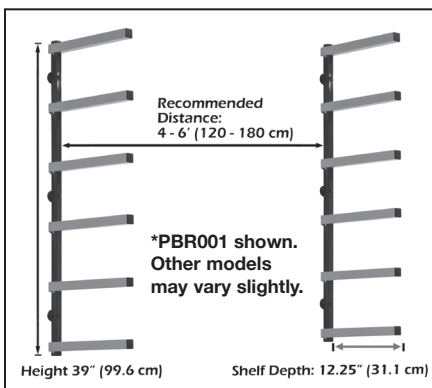

Figure 3
3. Installation sur du placo-plâtre ou des cloisons type panneaux : Il est important de s'assurer que l'étagère pour bois d'oeuvre Bora Portamate puisse être fixée sur une ossature solide. Assurez-vous que vous percez bien au centre des montants du mur. Vous pouvez faire varier la distance entre les barres verticales. La distance conseillée est de **120 cm à 180 cm (4 pi. – 6 pi.)** pour supporter le poids maximal. Pour des matériaux soit plus lourds soit plus longs, vous pouvez utiliser plusieurs étagères. Figure 3.